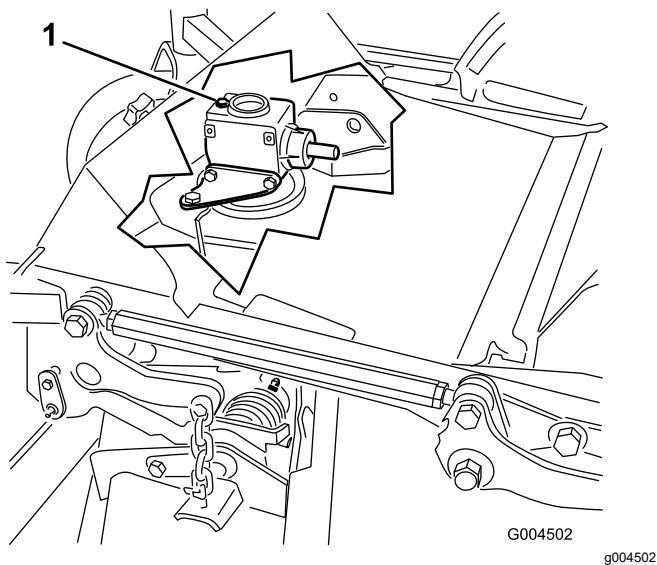

Figura 31
6. Retire la varilla/tapón de llenado de la parte superior de la caja de engranajes y asegúrese de que el lubricante está entre las marcas de la varilla (Figura 31).
6. Retire la varilla/tapón de llenado de la parte superior de la caja de engranajes (Figura 31).